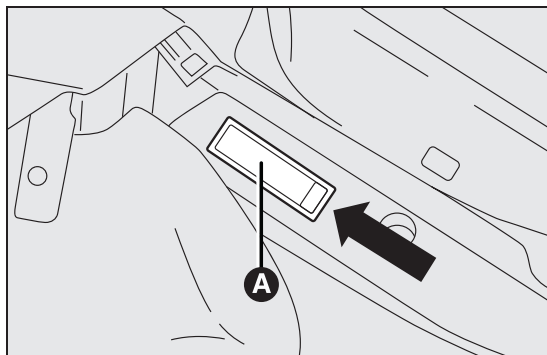

fig. 122
- ☐ maak met de bijgeleverde schroevendraaier het plafondlampje A fig. 122 bij het door de pijl aangegeven punt los;